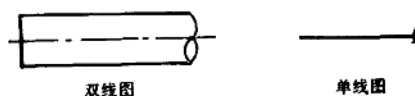

图 1-4 管子的单、双线图
3. 管道的单线图和双线图：在实际施工中，管线长而多，在图上表示的线条密集而繁多，识读起来比较困难，故有省去虚线表示管子壁厚的画法，叫双线表示法，用这种画法画成的图称双线图，见图1-4。而把空心管子仅看成一条线的投影，用单根粗实线来表示管子的画法，称为单线表示法，用这种画法画出的图，称为单线图。